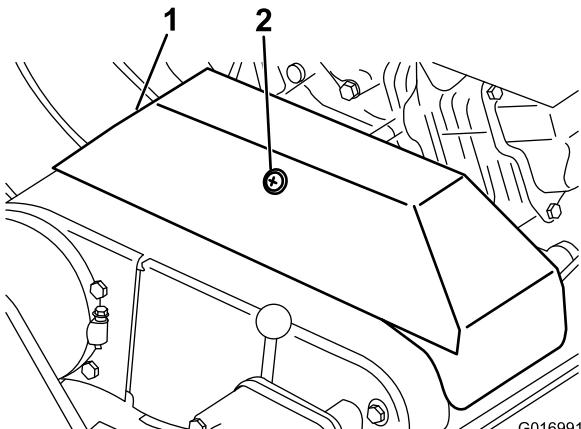

Figure 39
- Desserrez le dispositif de retenue du couvercle de la courroie trapézoïdale et ouvrez le couvercle (Figure 39).
2. Desserrez le dispositif de retenue du couvercle de la courroie trapézoïdale et ouvrez le couvercle (Figure 39).